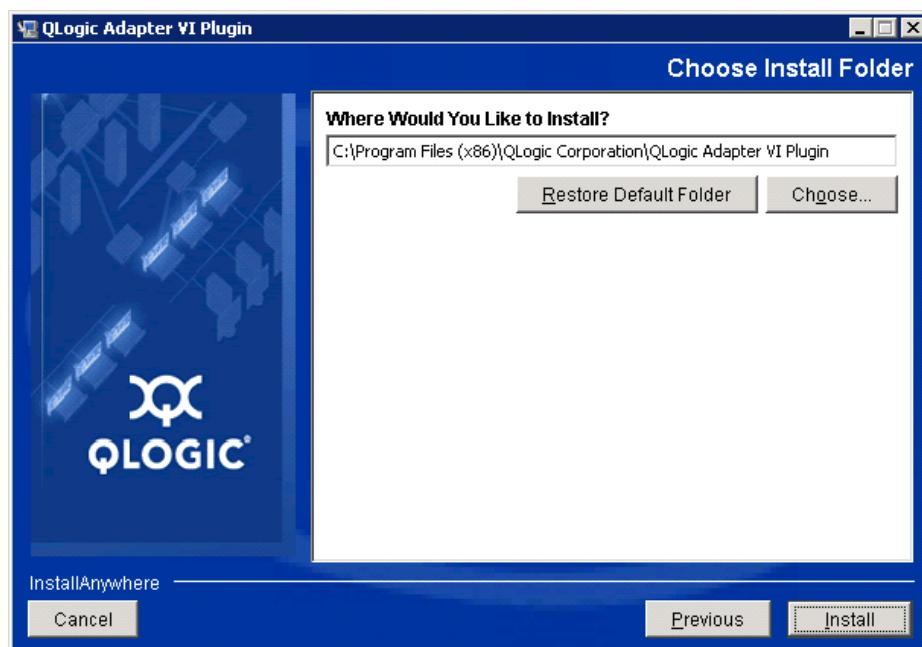

図 2-12. QLogic Adapter VI プラグインウィザード：インストール先フォルダの選択
4. インストール先のディレクトリを選択して **Install** (インストール) をクリックします（図 2-12 を参照）。